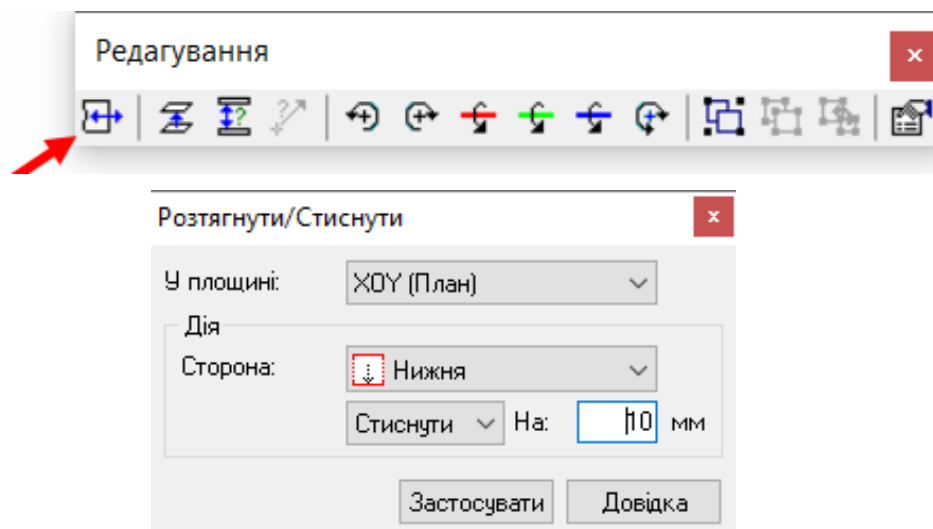

Рис. 1.10. Зміна розмірів полиць
14. Змінити розміри створених полиць. Виділити полиці, перейти на вигляд «План» та на панелі інструментів «Редагування» вибрати кнопку «Розтягнути/Стиснути». В діалоговому вікні «Розтягнути/Стиснути» стиснути нижню сторону на 10 мм (рис. 1.10).